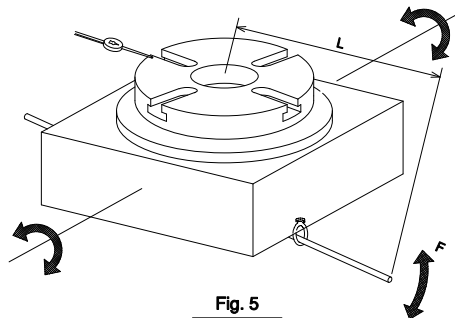

Fig. 5
- 2) テーブル裏面のタップ穴にアイボルトを取付け、それに平鋼または丸棒を入れて、傾斜するボデーを一方方向へゆっくり回転させ、止まった位置(ウォームホイールの歯が当たった状態)でダイヤルゲージの値を読取ります。このとき傾斜するボデーに加えるトルクは後述の表を目安として下さい。反対方向へも同様にしてダイヤルゲージの値を読取ります。この測定値の差がバックラッシ量です。(Fig.5 参照)
- 2) Read the value of dial gauge at the position where the table stops after rotating the tilting body slowly in one way with the flat steel or round bar inserted in eye bolts screwed in tap holes on the table back face (with worm wheel gear tooth attached). At this time, for the torque added to the tilting body, refer to the list created later. Next, rotate the tilting body under the same condition in the reverse direction to read the value of dial gauge. This difference of measured values is the backlash. (See Fig.5.)